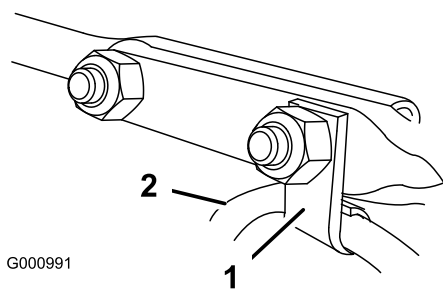

Figure 11
6. Insérez le serre-câble qui supporte le câble du déflecteur sur le boulon avant et fixez les boulons au moyens de contre-écrous fournis dans le sachet de pièces détachées (Figure 11).